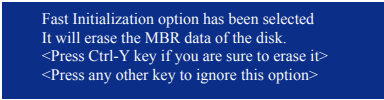

图6
5. 设置完成后，按下<Ctrl>+<Y>键储存设置值后将出现如图6的画面。